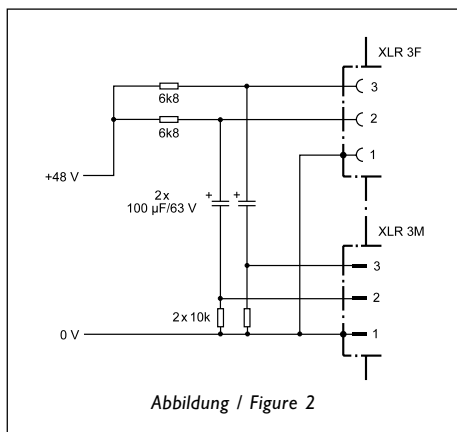

Abbildung 2 / Figure 2
b) In jede abgehende Modulationsleitung kann zur Abblockung der 48 V-Gleichspannung eine RC-Kombination eingefügt werden (siehe Abb. 2 und Neumann-Information Nr. 84221).
b) An RC network can be incorporated into every outgoing modulation lead, in order to block the 48 VDC voltage (See Fig. 2 and Neumann information sheet no. 84 221).